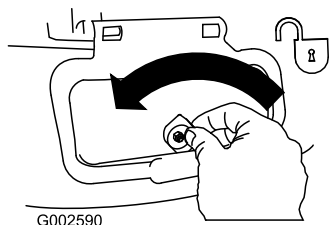

Figura 29
- Sbloccate lo sportello di scarico laterale (Figura 29).